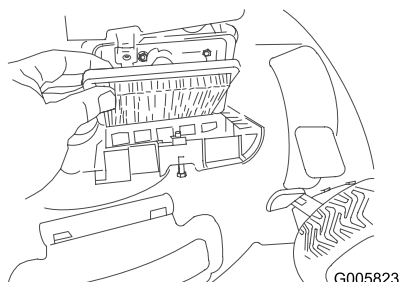

Figura 38
2. Cambie el filtro de aire (Figura 38).